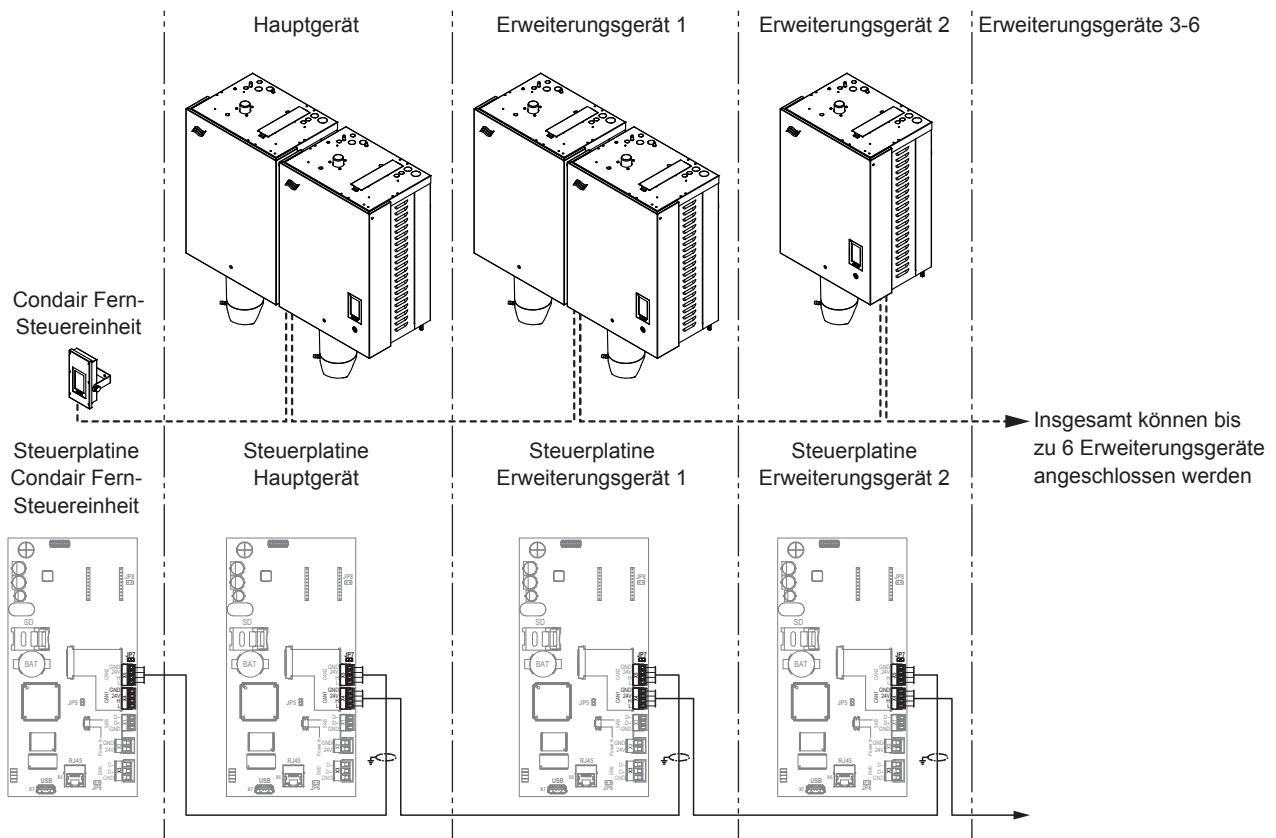
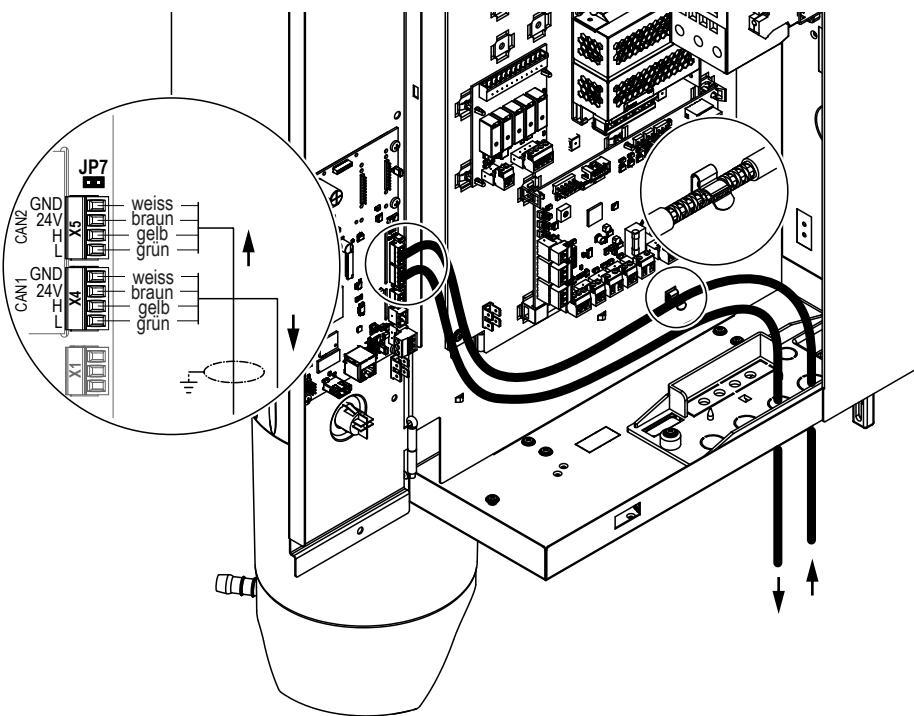

Abb. 28: Verbindung mehrerer Geräte (Geräteverbundsystem)
Abb. 29: Anschluss CAN-Bus-Kabel / Abschirmung
Verbinden Sie mehrere Geräte wie folgt (siehe Abb. 28):
2. Schliessen Sie alle Geräte im "Geräteverbundsystem" mit den mitgelieferten vorkonfektionierten CAN-Bus-Kabeln gemäss dem Schema in Abb. 28 und Abb. 29 an.
- Klemmen Sie die freigelegte Abschirmung des vorkonfektionierten CAN-Bus-Kabels, das vom vorherigen Gerät kommt, wie in Abb. 29 gezeigt, in den Klemmhalter im Steuerkasten des Dampfgenerators.
- Schliessen Sie das/die CAN-Bus-Kabel, wie in Abb. 29 gezeigt, an den entsprechenden Klemmenblock auf der Steuerplatine jedes Geräts an (eingehende Kabel an "X5" und abgehende Kabel an "X4") .